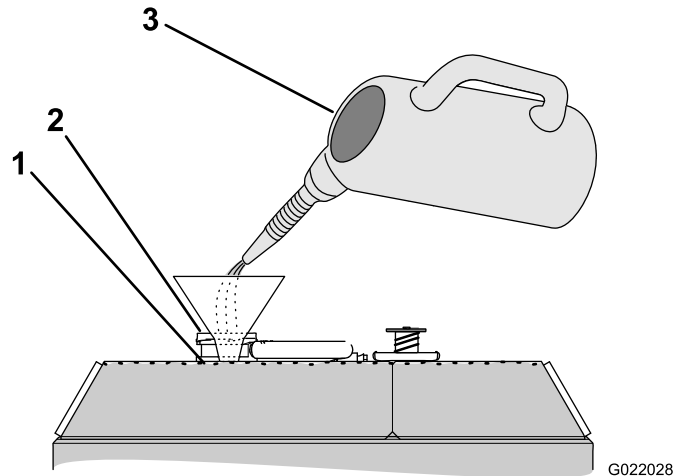

Bild 143
3. Füllen Sie den Kühler mit Kühlmittel, bis der Stand an der Unterkante des Füllstutzens liegt (Bild 143).